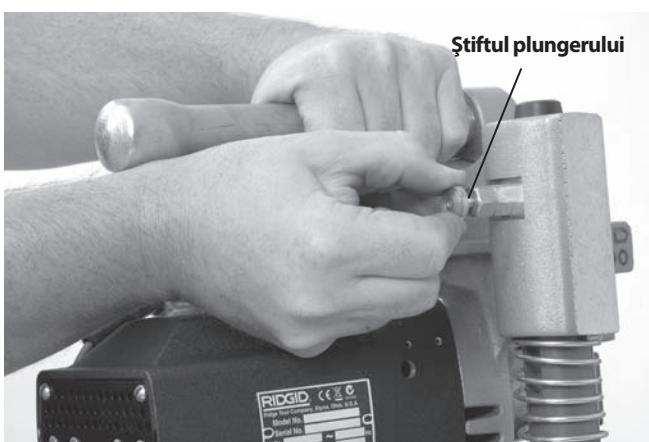

Figura 7 – Separarea ansamblurilor bazei și motorului
- Piese defecte, uzate, lipsă, nealiniiate sau gripate. Asigurați-vă că ansamblul motorului se mișcă lin și liber în sus și în jos pe stâlpii ansamblului bazei. Confirmați că lanțul și maneta pivotantă se mișcă liber. Pe HC-300, confirmați că știftul plungerului funcționează corespunzător și reține ansamblul motorului la ansamblul bazei (figura 7).
- Cu dispozitivul de perforare HC-300 pe o suprafață stabilă, fixă, trageți plungerul din spatele stâlpului din stânga (figura 7) și ridicați ansamblul motorului de pe ansamblul bazei.